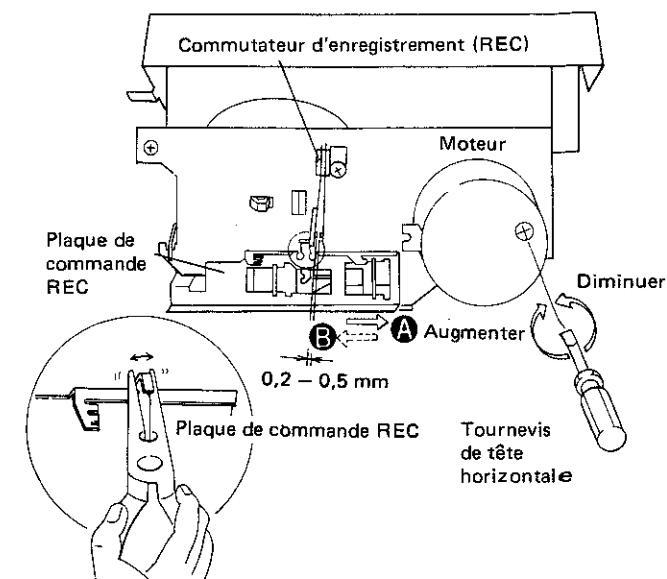

Fig. 12-2 Réglage de la vitesse de défilement de la bande et du commutateur d'enregistrement (REC)
2. Reproduire la partie à 3kHz de la bande d'essai STD-301. Au début, la fréquence doit se situer dans la plage de 3000Hz à 3010Hz, et elle peut être réglée en tournant la résistance ajustable située dans le trou de réglage du moteur, comme indiqué à la figure 12-2.